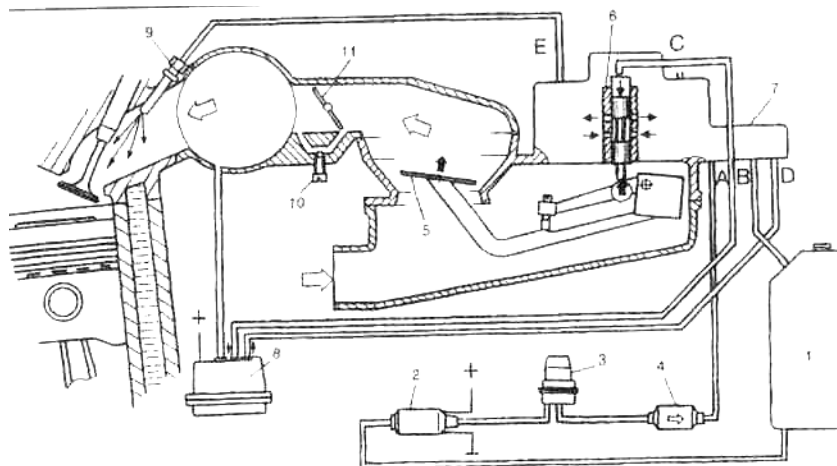
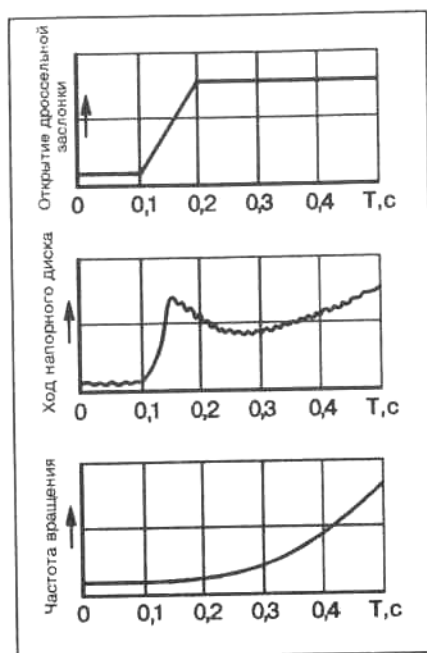
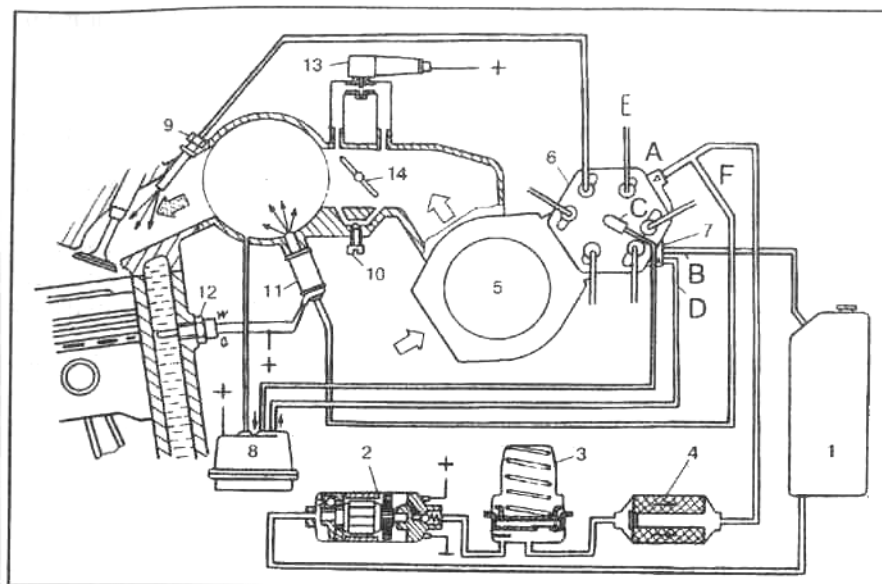

Рис. 2. Схема главной дозирующей системы и системы холостого хода системы впрыска "К-Jetronic":
Рис. 3. Взаимосвязь открытия дроссельной заслонки, перемещения напорного диска и увеличения частоты вращения коленчатого вала (система "К-Jetronic")
Рис. 4. Схема системы впрыска топлива "К-Jetronic":
1. **Дозатор, дозатор-распределитель, регулятор состава и количества рабочей смеси.** Устройство объединяет расходомер воздуха (трубка Вентури) и регулятор (гидрораспределитель) количества топлива (см. рис. 2, 6).
4. Пусковая электромагнитная форсунка, пусковая форсунка, пусковой топливный клапан с электромагнитным управлением, пусковой клапан. Форсунка (англ. force — нагнетание, впрыск) или инжектор (фр. injecteur от лат. injicere — бросать, нагнетать, впрыскивать внутрь чего-либо) работающая при пуске холодного двигателя (см. рис. 4).
5. Рабочая форсунка, форсунка впрыска, клапанная форсунка, инжектор. Форсунка, установленная непосредственно перед впускным клапаном, управляется электромагнитом или подводимым давлением топлива (см. рис. 2,13).
9. Клапан добавочного воздуха, клапан дополнительной подачи воздуха, золотник добавочного воздуха, золотниковый клапан добавочного воздуха, клапан дополнительной воздушной заслонки, клапан перепуска воздуха, поворотный регулятор холостого хода, регулятор холостого хода с электромагнитным клапаном. Клапан в воздушном канале, параллельном дроссельной заслонке, используется при холостом ходе, сечение может перекрываться специальным винтом ("винт количества"), (см. рис. 2, 12, 35, 42, 48).
Топливный насос 2, (рис. 2), забирает топливо из бака 1 и подает его под давлением около 5 кгс/см² через накопитель 3 и фильтр 4 к (каналу "А" дозатора-распределителя 6. При обычном карбюраторном питании управление двигателем осуществляется воздействием на педаль "газа" т.е. поворотом дроссельной заслонки. Если при карбюраторном питании дроссельная заслонка регулирует количество подаваемой в цилиндры рабочей смеси, то при системе впрыска дроссельная заслонка 11 регулирует только подачу чистого воздуха.
Расходомер воздуха системы впрыска топлива представляет собой прецизионный механизм. Напорный диск его очень легкий (толщиной примерно 1 мм, диаметр — 100 мм) крепится к рычагу, с другой стороны рычага (см. рис. 2) установлен балансир, уравнивающий всю-систему. С учетом того, что ось вращения рычага лежит в опорах с минимальным трением (подшипники качения), диск очень "чутко" реагирует на изменение расхода воздуха.
Из дозатора-распределителя топливо по каналам "Е" поступает к форсункам впрыска 9, (см. рис. 2). Иногда вместо слова форсунка (от *force* — франц. сила) применяется слово инжектор (лат. *inijicere* — бросать внутрь).
Итак, перемещение напорного диска вызывает перемещение плунжера распределителя. Направления перемещений на рис. 2 показаны стрелками. Взаимосвязь перемещений и упомянутые выше дифференциальные клапаны обеспечивают стехиометрическое соотношение воздуха и бензина в рабочей смеси. Но, напомним еще раз, характерной особенностью автомобильного двигателя является то, что он должен быть приспособлен к различным режимам: холодный пуск, холостой ход, частичные нагрузки, полная нагрузка. Смесь приходится при соответствующих режимах или обогащать или обеднять. Для получения соответствия состава рабочей смеси режиму работы двигателя в системе впрыска со стороны верхней части плунжера (см. рис. 2) в
в системе впрыска со стороны верхней части плунжера (см. рис. 2) в распределитель подходит по каналу "С" управляющее давление. Величина последнего определяется регулятором управляющего давления 8. Это давление в зависимости от режима работы двигателя имеет большую или меньшую величину. В первом случае сопротивление перемещению плунжера увеличивается — смесь обедняется. Во втором случае, напротив, сопротивление перемещению плунжера уменьшается — смесь становится богаче. Одним из режимов работы автомобильного двигателя является резкое открытие дроссельной заслонки. При карбюраторной системе питания необходимое обогащение смеси (в противном случае, так как воздух более подвижен, было бы ее обеднение) производится ускорительным насосом. При системе впрыска обогащение обеспечивается почти мгновенной реакцией напорного диска (рис. 3).
Бензиновый электрический насос 2 (см. рис. 2) работает независимо от частоты вращения коленчатого вала двигателя. Он включается при двух условиях, когда включено зажигание и вращается коленчатый вал. Если учесть, что насос имеет запасы по давлению двукратный, по подаче десятикратный, то понятно, что система впрыска должна иметь регулятор давления питания. Этот регулятор 7, (см. рис. 2) встроен в дозатор-распределитель, соединен с каналом "А" (подвод топлива), по каналу "В" осуществляется слив излишнего топлива в бак, канал "D" соединен с регулятором управляющего давления 8.
При пуске двигателя электронасос 2 (рис. 4), практически мгновенно создает давление в системе. Если двигатель прогрет (температура не менее 35°C) термореле 12 выключает пусковую форсунку И с электромагнитным управлением. В момент пуска холодного двигателя и в течение определенного времени пусковая форсунка впрыски-
Таким образом, если двигатель уже прогрет, питание осуществляется только через главную дозирующую систему и систему холостого хода, (см. рис. 2). При этом, термореле 12 (см. рис. 4), пусковая электромагнитная форсунка И и клапан добавочного воздуха 13 в работе не участвуют. При пуске и прогреве холодного двигателя все перечисленные элементы системы впрыска включаются в работу, обеспечивая надежный запуск и стабильную работу двигателя на холостом ходу.
Первый вспомогательный элемент системы — топливный бак 1, (см. рис. 2, 4). В связи с широким использованием каталитических нейтрализаторов отработавших газов, и необходимостью в этом случае защитить топливный бак от заправки его этилированным бензином, изменен сам способ заправки. При этом существенно уменьшен
Топливный электронасос 2 (см. рис. 4), ротационного роликового типа одно- или многосекционный. Примерные размеры деталей насоса, мм: ротор-030, статор-032, эксцентриситет-1, ролики: 05,5, дли-на-6. Роликовый насос отличается от ротационного лопастного тем, что вместо лопастей в пазы ротора вставлены ролики. Последнее обусловлено стремлением заменить скольжение лопастей по статору качением. Для бензонасоса это особенно важно в связи с отсутствием у бензина смазывающей способности (см. табл. 2).
Насос имеет два клапана, предохранительный (см. рис. 4, слева), соединяющий полости нагнетания и всасывания, и обратный клапан, (см. рис. 3, справа). Обратный клапан препятствует сливу топлива из системы. Конструктивно обратный клапан с демпфирующим дросселем (нем. Dampfer — гаситель, Drossel — уменьшающий проходное сечение) встроены в штуцер топливного насоса (рис. 5). Демпфер немного сглаживает резкое нарастание давления в системе при пуске топливного насоса. При выключении насоса он снижает давление в системе только до значения, при котором происходит закрытие клапанных форсунок.
Накопитель топлива 3 (см. рис. 4) представляет собой пружинный гидроаккумулятор, назначение которого поддерживать давление в системе при остановленном двигателе и выключенном бензонасосе. Поддержание остаточного давления препятствует образованию в трубопроводах паровых пробок, которые затрудняют пуск (особенно горячего двигателя).
После включения топливного насоса накопительная полость через пластинчатый клапан в перегородке заполняется топливом, при этом диафрагма прогибается вверх до упора, сжимая пружину. После остановки двигателя, в связи с тем, что бензин как всякая жидкость практически несжимаем, малейшие утечки (обратный клапан в насосе, распределитель) приводят к значительному падению давления в системе. Вот здесь и вступает в работу накопитель. Пружина воздействуя на диафрагму вытесняет бензин из накопительной полости через дросселирующее отверстие в перегородке (на рис. 4 в перегородке слева — дросселирующее отверстие, справа — пластинчатый клапан).
Топливный фильтр 4 (см. рис. 4), как видно из схемы, стоит за насосом и поэтому бензонасос от посторонних частиц в бензине не защищает, фильтр по объему превышает в несколько раз обычно применяемые фильтры тонкой очистки бензина и, похож на масляный фильтр. При нормальном бензине срок службы фильтра составляет 50 тыс. км. В системах впрыска топлива чистоте бензина уделяется особое внимание, кроме рассмотренного фильтра и сетки в насосе есть еще сетки на гильзе распределителя 6, в штуцерах каналов "Е" (см. рис. 2). Способствует выпадению посторонних частиц из бензина и конфигурация каналов в дозаторе-распределителе.
Рассмотренное регулирование состава рабочей смеси относится к частичным нагрузкам или к обычной работе двигателя. Но существуют и другие режимы: холодный пуск, холостой ход, полная нагрузка. Приспособляемость к этим режимам "по воздуху" предусмотрена в расходомере (см. рис. 2, 7, а), благодаря форме и сечению направляющего устройства. В дозаторе-распределителе предусмотрено приспособление "по бензину", осуществляемое подводом к плунжеру сверху управляющего давления. Чем больше управляющее давление, тем больше усилие препятствующее подъему плунжера, соответственно с уменьшением управляющего давления уменьшается и сила препятствующая подъему.
Для обеспечения пуска и прогрева двигателя в системе впрыска "K-Jetronic" предусмотрены электромагнитная пусковая форсунка, термо-реле, клапан дополнительной подачи воздуха и регулятор управляющего давления (корректор подогрева), см. рис. 4.